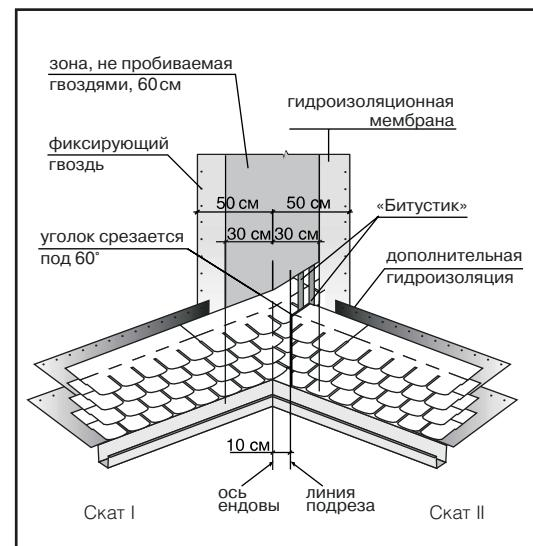

Рис. 3
## Ендова (рис. 3)
- на прилегающем скате (II) вдоль оси ендова на расстоянии 30 см от нее отбивается линия;
- лист, подходящий к ендове со ската II, должен доходить до линии подрезки и обрезаться по ней. Верхний уголок обрезанного края листа подрезается под углом 60° (5 x 3 см – рис. 3);